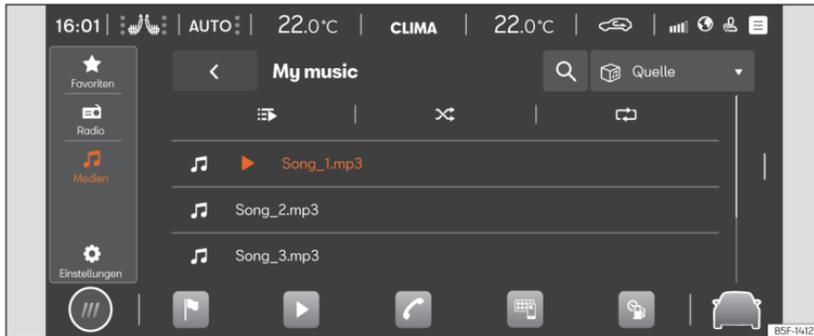

Abb. 170 Schematische Darstellung: Ansicht Medien.
- Drücken Sie **HOME** > ► > **🎵** >>> (Abb. 170).